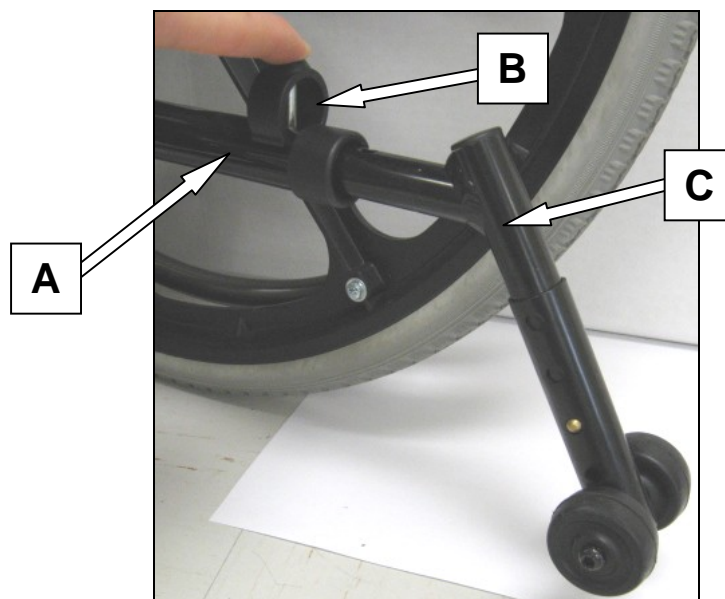

Figure 37 : Remettre l'antibascul.
- Pour remettre en place les antibasculs, insérer le tube d'antibascul (C) dans son logement (A) du châssis arrière et remettre en place la bride de serrage (B) (voir; figure 37) ;